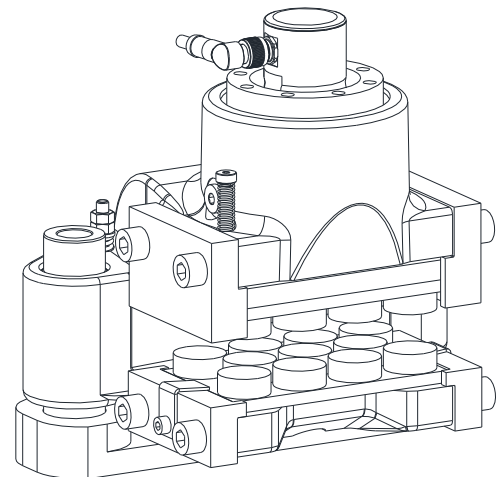

Figura 27: Montaje del sensor de estado/desgaste
- Apriete a mano el sensor (componente 9) sobre la tuerca de fijación (ver figura 27).